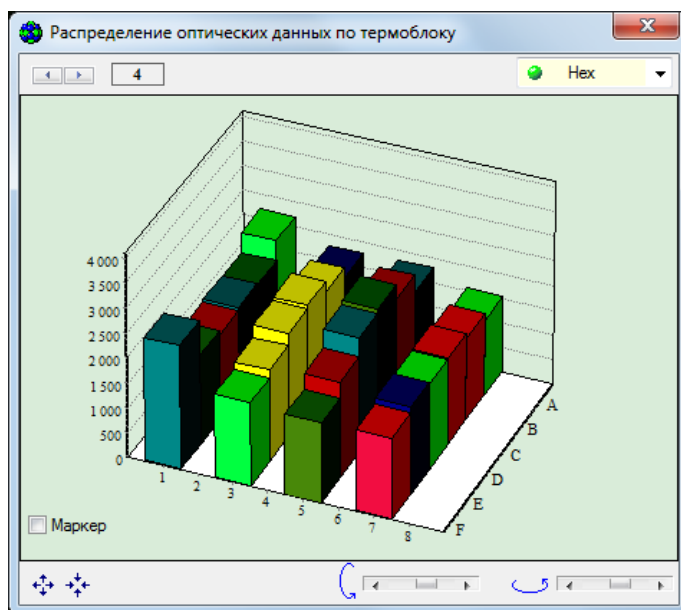

Рис.26. Данные оптических измерений для выбранных пробирок.
- во время выполнения программы амплификации, выбрав  можно просмотреть данные оптических измерений для выбранных пробирок в виде 3-D гистограммы в окне **Распределение оптических данных по термоблоку** (Рис.26).